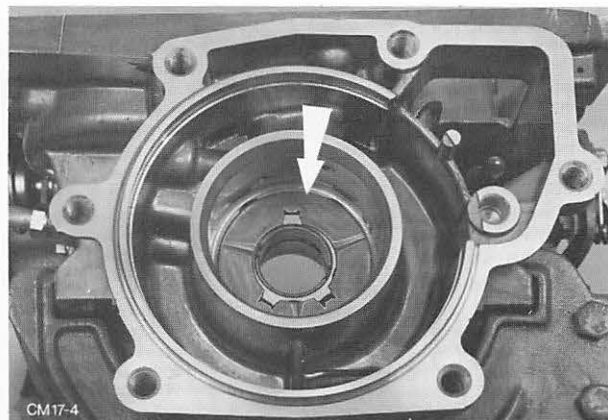

Abb. 86 Anlaufscheibe Nr. 8
36. Anlaufscheibe Nr. 8, Abb. 86, mit Öl in das Getriebegehäuse einsetzen.